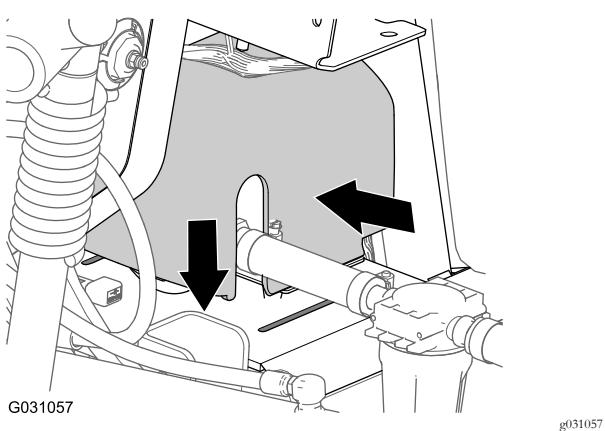

Figura 122
2. Allineate la copertura della pompa di lavaggio sulla piastra a sella per la pompa di lavaggio (Figura 122).
3. Premete insieme i lati della copertura della pompa di lavaggio e allineate le alette della copertura con la piastra a sella (Figura 122).
4. Inserite le alette nelle scanalature e rilasciate i lati della copertura (Figura 122).